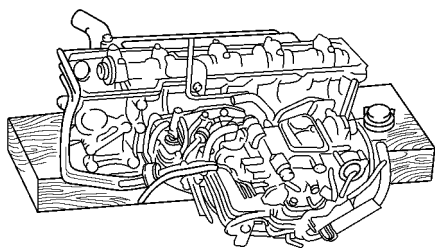

图 1-14 将缸盖放在台架木块上
3) 从气缸体的接合面抬起气缸盖, 将缸盖放在台架上的木块上, 如图 1-14 所示。